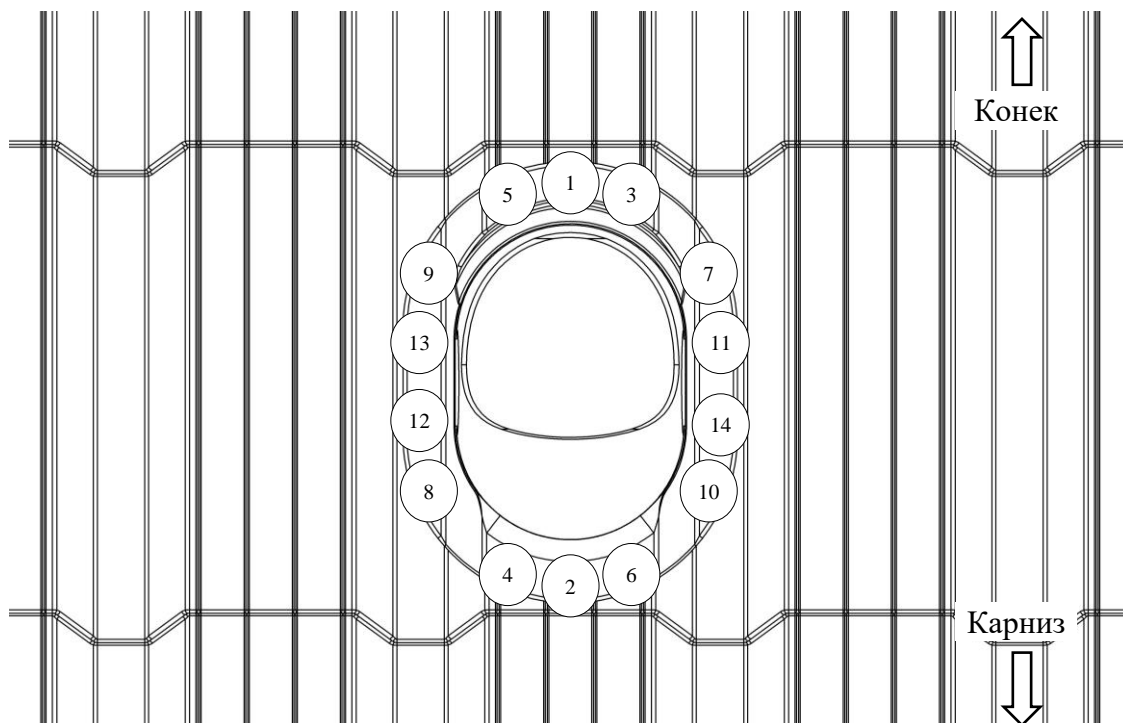

Рис. 24
4. Установить проходной элемент на кровлю и закрепить подходящими для данного типа кровли самонарезающими винтами в последовательности, показанной на рис. 24.